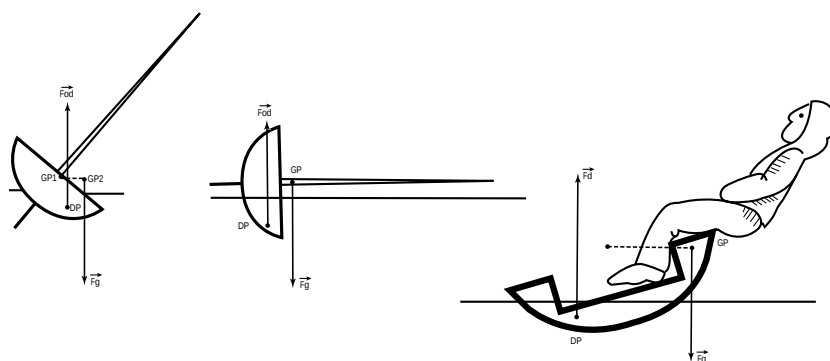

Fig. 112: sterke helling
Gaat de boot nog sterker hellen dan wordt de krachttarm tussen de beide krachten kleiner. Het oprichtend koppel is nog wel aanwezig doch is niet meer zo sterk (fig. 112 GP1). Zou de boot in deze situatie water scheppen, dan kan hij vollopen waardoor het GP 1 zich naar lij verplaatst (GP2) zodat het oprichtend koppel overgaat in een kenterend koppel (fig. 112 GP2). Het moet duidelijk zijn dat het gewichtszwaartepunt van de boot enkel verschuift naar lij doordat er een massa water aan lij binnenkomt.
- buitenhangen, de voeten onder de hangbanden (fig. 112; zie ook hangbandtechniek)